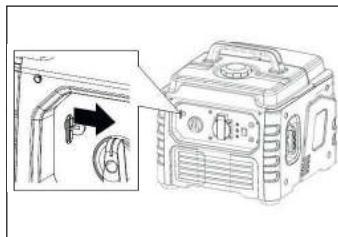

Рис. 7
- Вытяните рычаг заслонки (Рис. 7).